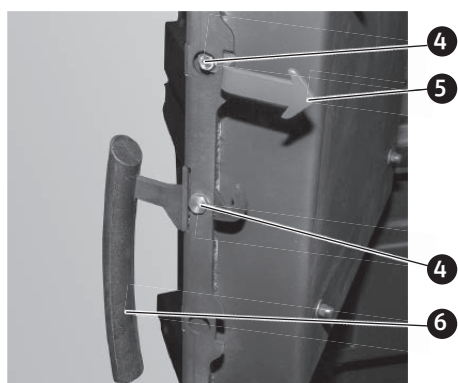

Fig. 32 Montare la maniglia dello sportello e gancio di blocco con la vite di spallamento
- ▶ Montare la maniglia dello sportello e gancio di blocco con la vite di spallamento nella posizione di utilizzo corretta – Fig. 32.